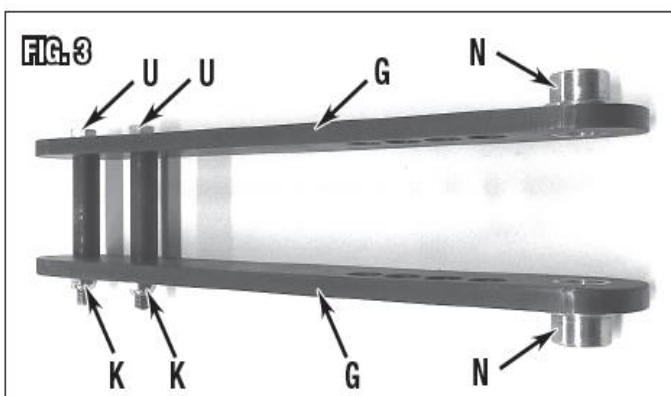

Рис. 3
1. Поместить одно из двух приводных звеньев (G) на чистую, горизонтальную рабочую поверхность.
2. Приготовить два комплекта болт 12 мм/шайба/распорная втулка/гайка. Поместить две распорные втулки (H) $\text{Ø}3/4'' \times 2-13/16''$ [$\text{Ø}19 \times 72$ мм] между двумя приводными звеньями (G) (Рис 2).
3. Надеть шайбу (I) 12 мм на болт (J) M12x120 мм, затем вставить в отверстие 13 мм в верхнее приводное звено, распорную втулку (H) и нижнее приводное звено (G). Поместить шайбу (E) 12 мм между болтом и гайкой M12 (K)затянуть гайку руками. Установить второй болт аналогично.
4. Проверка выравнивания: Временно вставить два штифта (L) и (M) $\text{Ø}7/8''$ [$\text{Ø}22$ мм] в два из четырех отверстий диаметром 22,5 мм в обоих приводных звеньях (G), чтобы выровнять их. Затянуть болты (J) M12 и гайки (K) M12, затем убрать штифты.
5. Вставить две латунные фланцевые втулки (N) в отверстия большого диаметра 32 мм с фланцами на внешних сторонах приводных звеньев (Рис. 3).